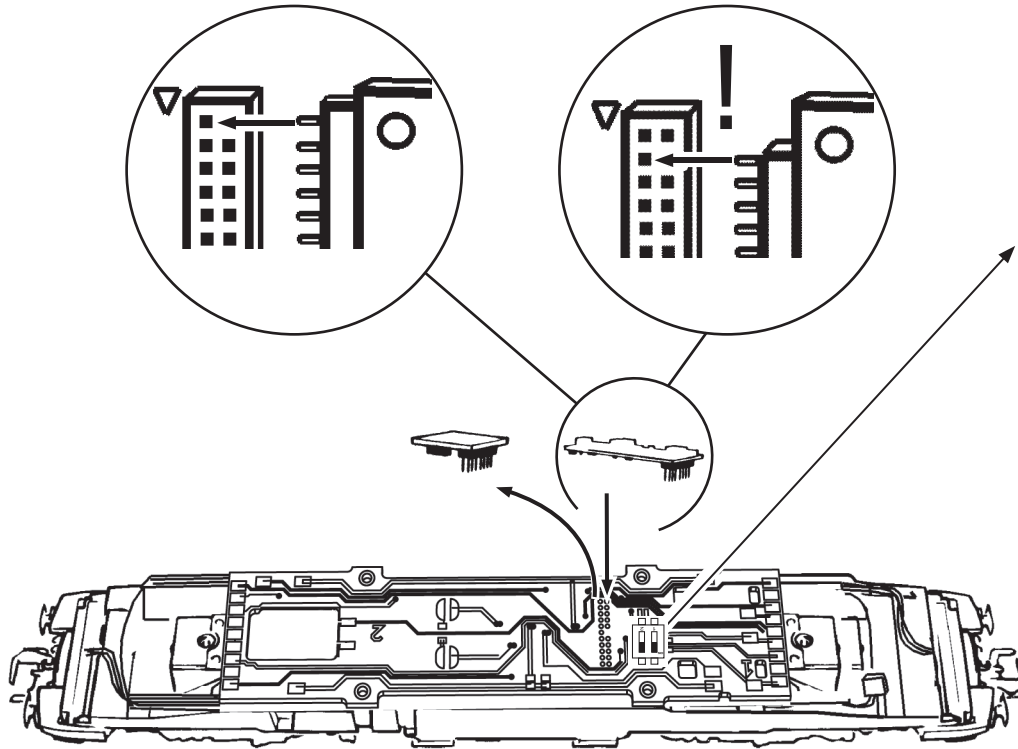

Fig. 8
2. Schmierung: Versehen Sie die im Schmierplan in Fig. 8 gekennzeichneten Stellen mit nur **kleinen Öltropfen**. Dazu zuerst das Lokgehäuse abnehmen (Fig. 3). Wir empfehlen den **ROCO Öler Art.-Nr. 10906**. Fürs Schmieren der Getriebeteile (Zahnräder, Schnecke) empfehlen wir das **ROCO-Spezialfett Art.-Nr. 10905**. Im Falle der Schmierung diese Teile **nicht ölen**.
2. Lubrication: Apply **tiny oil drops** to spots marked in fig. 8. Prior to lubrication dismantle locomotive (fig. 3). We recommend using item no. **10906, Roco oiler**. For lubrication the gearparts (e.g. cogwheels, worm) we should recommend our Roco **special grease** (item no. **10905**).
2. Smörjning: Lägg små droppar olja på platserna som vitsas på fig. 8. **ROCO:s olja art. nr. 10906** rekommenderas för detta. Använd **ROCO:s specialfett art. nr. 10905** för smörjning av kugghjul. Om dessa delar redan är smorda/infettade vänta med smörjning/infettning till ett senare tillfälle.